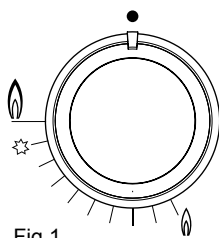

Fig.1
Rodar o manípulo correspondente no sentido anti-horário até à posição de máximo (chama grande fig. 1) e pressionar o manípulo.
Na falta de energia eléctrica é possível acender os queimadores com fósforos, posicionando o manípulo no ponto de acendimento (chama grande fig. 1).
- Verificar sempre se o manípulo está na posição de "fechado" (ver fig. 1) quando o aparelho não está em funcionamento.
- Em caso de desligamento accidental da chama, passados alguns segundos, a válvula automática interromperá automaticamente o fornecimento do gás. Para restabelecer o funcionamento colocar o manípulo no ponto de acendimento (chama grande fig. 1) e pressionar.